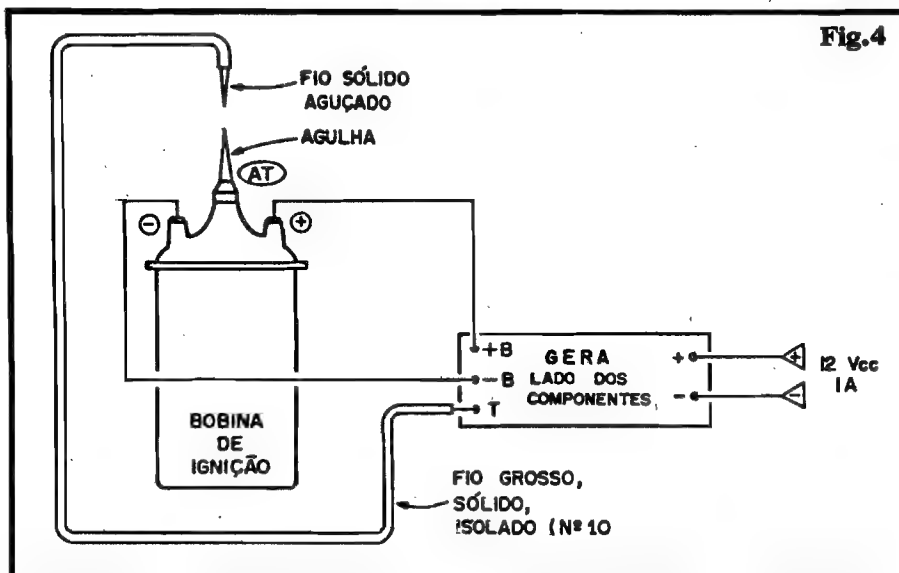

Fig. 4
- **FIG. 4 - CONEXÕES (BÁSICAS) EXTERNAS À PLACA** - A plaquinha do GERA ainda é vista pelo lado dos componentes (não cobreado...). Observar as conexões à fonte de alimentação (12 VCC), à direita, devendo as polaridades serem rigorosamente obedecidas. Notar ainda as ligações à bobina de ignição e ao "centelhador", cujos detalhes serão dados nas próximas figuras... As ligações aos terminais "-" e "+" da bobina (laterais) podem ser feitas com cabinho isolado não muito grosso... Já a conexão do fio de "terra" do centelhador (ponto "T" da placa...) deve ser feita com o cabo rígido, grosso, isolado (ver item OPCIONAIS/DIVERSOS da LISTA DE PEÇAS...).
zação de uma caixa um pouco mais "taluda" permitirá (se assim for desejado...) o "embutimento" da própria fonte de alimentação no mesmo container... A base da bobina de ignição poderá ser colada (com adesivo forte, de epoxy) sobre o topo da caixa, de modo que o conjunto mostre boa firmeza e estabilidade. Observar os fios que vão (saindo do interior da caixa, onde se encontram ligados à plaquinha do GERA...) aos terminais da bobina (conforme detalhes na fig. 4). A fiação de baixa Tensão deverá sempre manter um certo afastamento físico mínimo, com relação aos terminais de Alta-Tensão e ao cabo de "terra" do centelhador... Assim, as distâncias "D" precisam ser mantidas num mínimo de 3 ou 4 centímetros (se possível, mais do que isso, nunca menos...). Para que os cabinhos isolados de ligação aos terminais "-" e "+" da bobina não fiquem inconvenientemente "balançando", convém enrolá-los em "molinha", ou mesmo prendê-los às laterais do corpo cilíndrico da bobina, com fita adesiva... Quanto ao cabo grosso e rígido que vai da placa interna ao centelhador, deve ficar firmemente preso (eventualmente com um pouco de massa de epoxy aplicada ao furo de passagem, na caixa, de modo que o dito cabo não possa ficar "jogando"...). O dito cabo grosso deve apresentar um formato geral de "L" invertido (de cabeça pra baixo), tendo